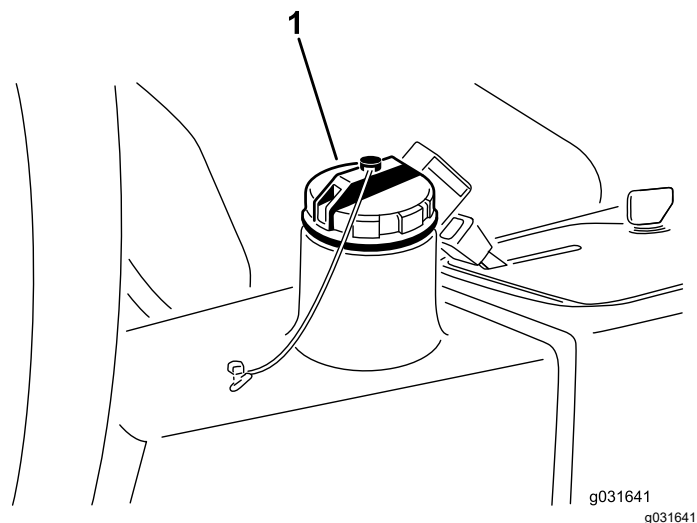

Figura 65
4. Riempite il serbatoio idraulico (Figura 65) con circa 13,2 litri di fluido idraulico; vedere Verifica dell'impianto idraulico \(pagina 56\).